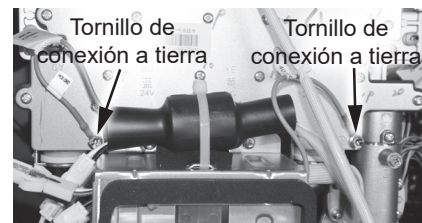

Figura 109 - Retiro de los cables de conexión a tierra verdes
- 6 Ubique los cables de conexión a tierra verdes conectados a la cubierta del múltiple de gas. Retire los dos tornillos que fijan los cables de conexión a tierra verdes y déjelos a un lado en un lugar seguro para volver a instalarlos. Consulte la Figura 109.